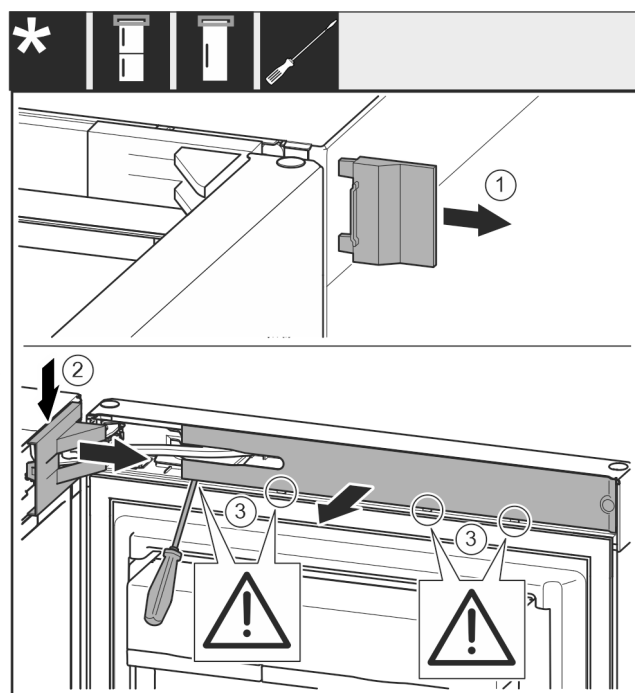

Fig. 5
- Odoberte vonkajší kryt. Fig. 5 (1)
- Odistite a uvoľnite kryt ložiskovej konzoly. Odoberte kryt ložiskovej konzoly. Fig. 5 (2)
- Kryt odistite plochým skrutkovačom a vyklopte nabok. Fig. 5 (3)